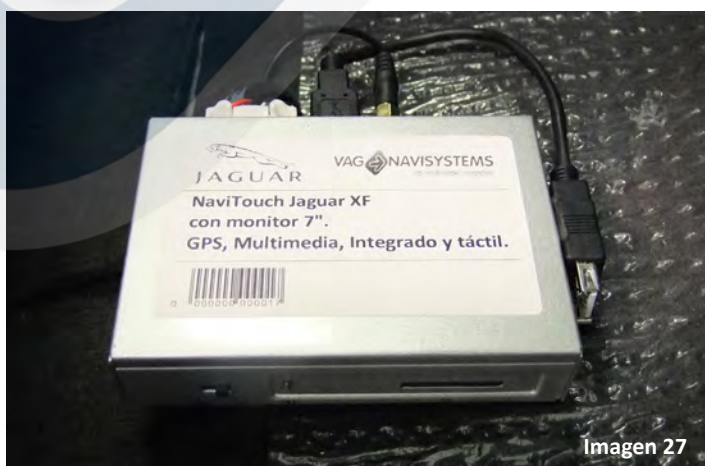

Imagen 27
11.b. Una vez el cableado está pasado realizaremos las conexiones en el propio GPS BOX, situando el alargador de USB como se muestra en la imagen (imagen 27).